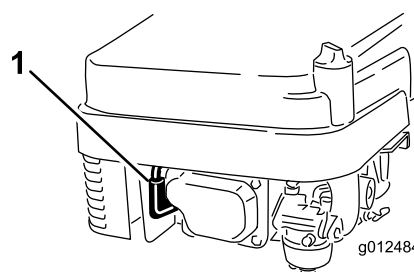

Figura 18
1. Conecte el cable de la bujía (Figura 18).